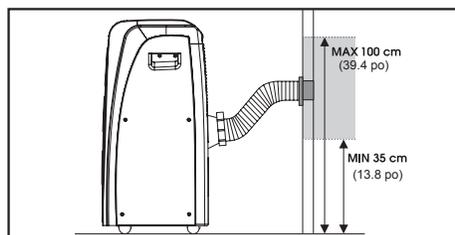

Fig. 6.
- Percez dans un mur extérieur ou le carreau d'une fenêtre une ouverture de 134 mm (5,3 po) de diamètre dans la plage de hauteur indiquée à la figure 6.
- Reliez l'extrémité du tuyau à la collerette tel qu'indiqué à la fig. 6. Lorsque le tuyau est retiré, l'ouverture peut être obstruée à l'aide du bouchon de collerette.